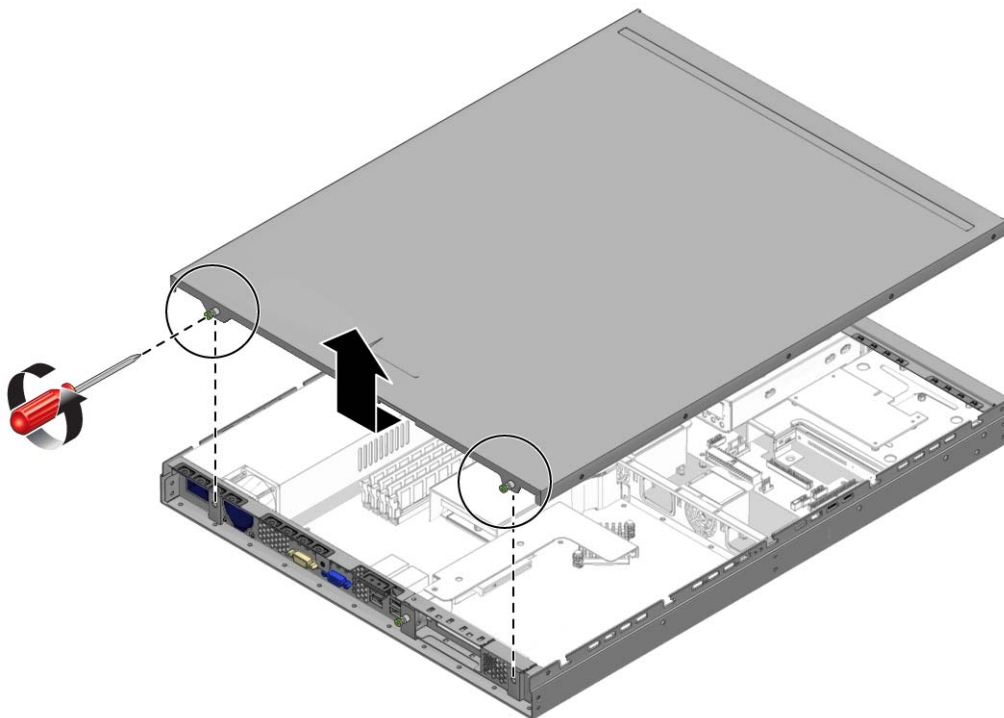

FIGURE 4-1 Retrait du couvercle du serveur
7. Desserrez les deux vis captives qui fixent le couvercle au châssis (cf. FIGURE 4-1).